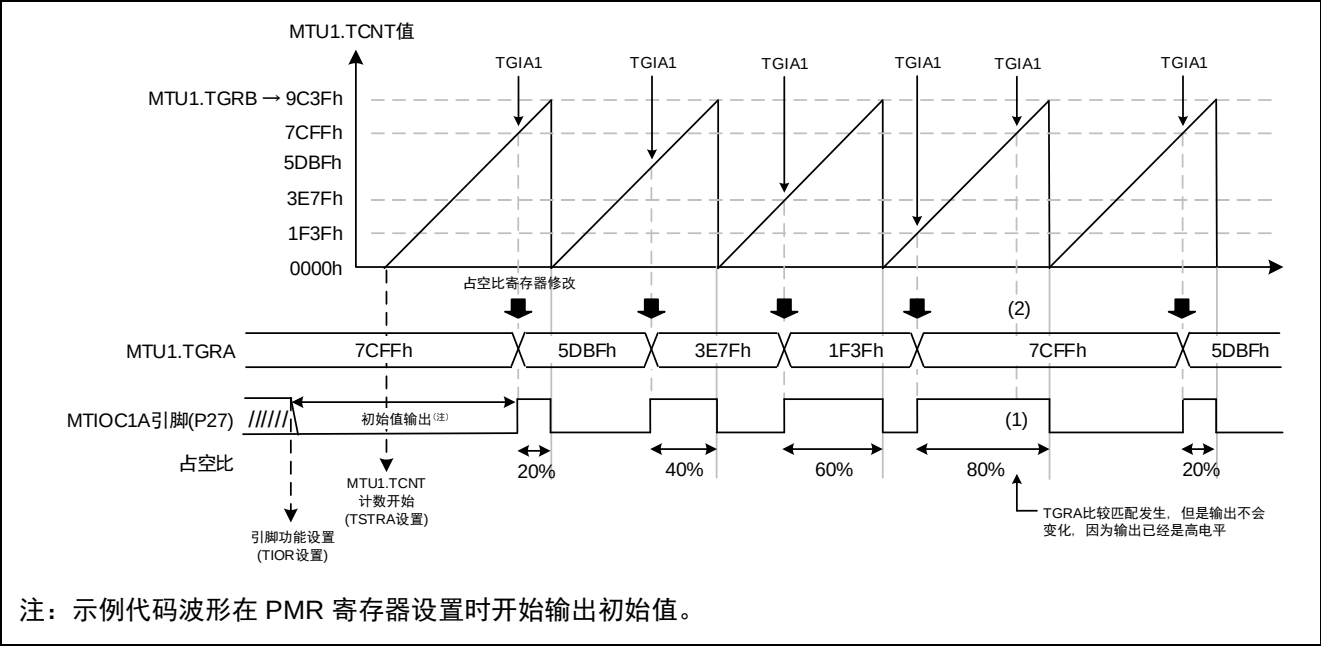

图 3.17 示例代码运行
- 关于占空比改变的时间的详细信息, 请参考图 3.17
示例代码的运行如图 3.17 所示。通过在占空比寄存器 TGRA 的比较匹配中断（TGIA1）处修改 TGRA 的值，可以在每个周期改变占空比的设置。
详情参考图 3.17 中（1）。